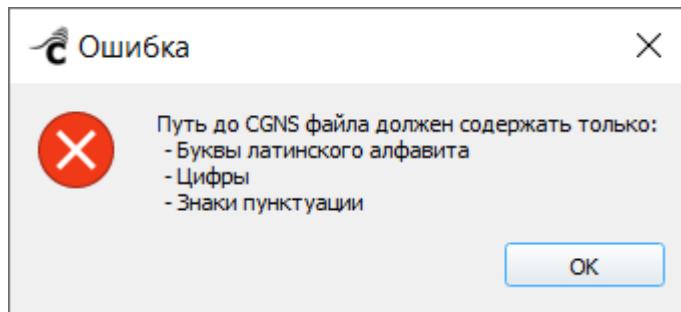

Рисунок 240 – Сообщение о некорректном пути до CGNS-файла
– «Файл с гидродинамикой» – загрузить файл результатов расчета гидродинамики, имеющий формат *.cgns. Для этого нужно нажать на кнопку «Открыть» и указать путь к файлу. Путь к указанному файлу отобразится в поле. Следует учитывать, что путь к файлу не должен содержать кириллических символов, в противном случае система выдаст соответствующее сообщение (Рисунок 240).